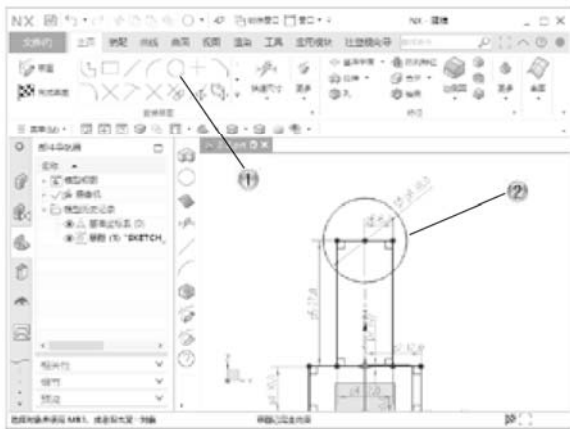

图 2-56
- ① 单击【主页】选项卡中的【圆】按钮，如图 2-56 所示。
- ② 在绘图区中，绘制圆形。